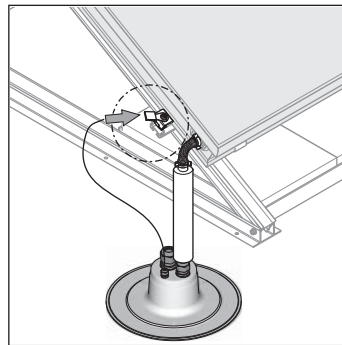

Figura 3-34 Conectar el conducto de compensación potencial
2. Conectar el conducto de la compensación de potencial (no incluido en el volumen de suministro) (figura 3-34).